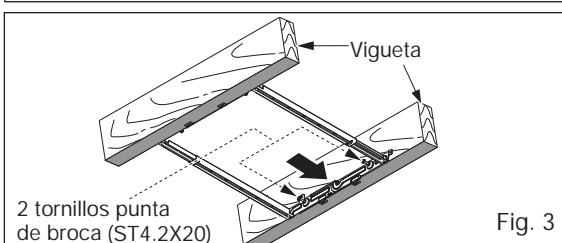

Fig. 3
3. Ajuste la longitud del soporte Flex-Z Fast™ para que sea equivalente a la separación entre las viguetas e instale en las viguetas utilizando otros 2 tornillos punta de broca previamente fijados en el soporte. (Fig. 3)